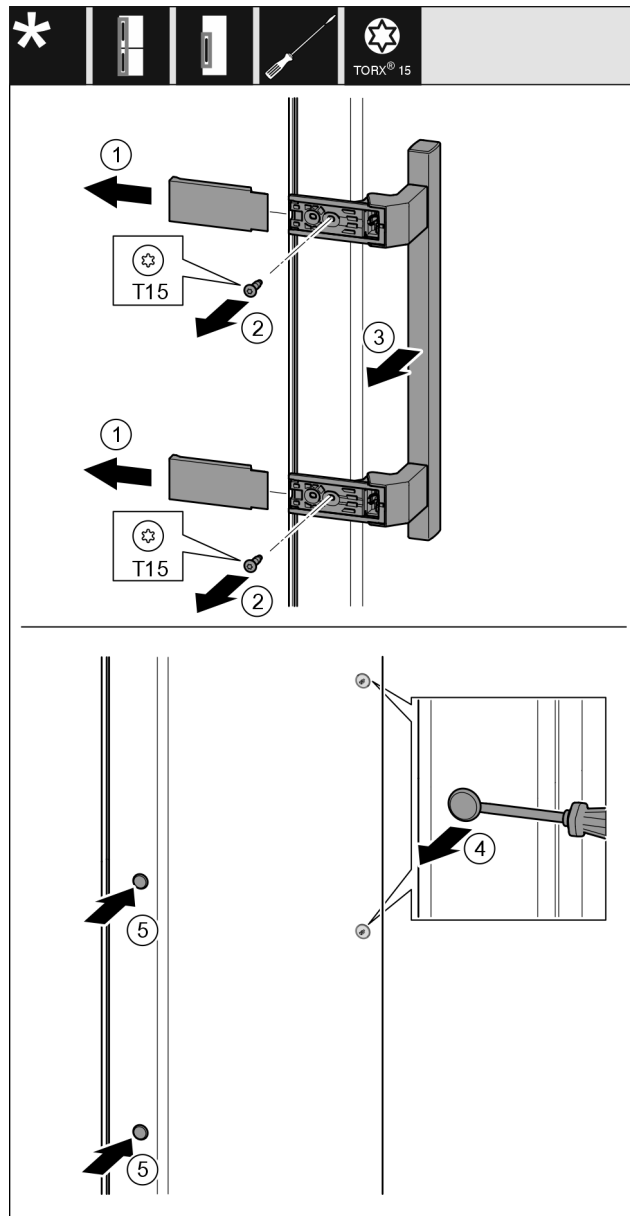

Fig. 52
- ▶ Снимите крышку Fig. 52 (1).
- ▶ Выкрутите винты Fig. 52 (2) отверткой.
- ▶ Снимите ручку Fig. 52 (3).
- ▶ Осторожно приподнимите шлицевой отверткой боковую заглушку Fig. 52 (4) и извлеките ее.
- ▶ Снова установите заглушку Fig. 52 (5) с другой стороны.